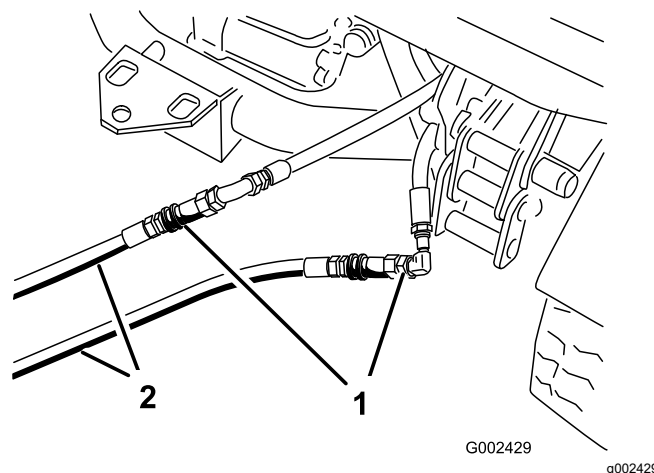

Figure 67
3. Sur la machine en panne, raccordez les 2 flexibles de dépannage aux flexibles débranchés (Figure 67).